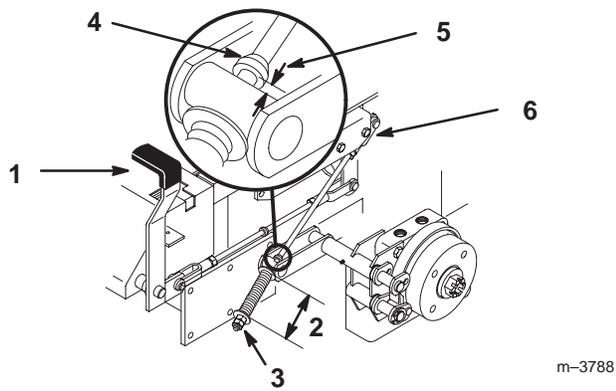

Figure 69
2. Mesurez la longueur du ressort. Les rondelles doivent être distantes de 70 mm (Fig. 69).
3. Si un réglage est requis, desserrez l'écrou de blocage situé sous le ressort et serrez l'écrou directement au-dessous de la chape (Fig. 69). Vissez l'écrou jusqu'à ce que le ressort ait la longueur voulue. Serrez les deux écrous ensemble et répétez la procédure de l'autre côté de la machine.
6. Mesurez la distance entre le galet de tourillon et le collier sur la tige de frein. Elle doit être comprise entre 5 et 7 mm (Fig. 69).
7. Si un réglage est requis, desserrez l'écrou de blocage situé juste au-dessous de la chape. Tournez la tige inférieure jusqu'à obtention de l'écart voulu (Fig. 69). Serrez l'écrou de blocage sur la chape.